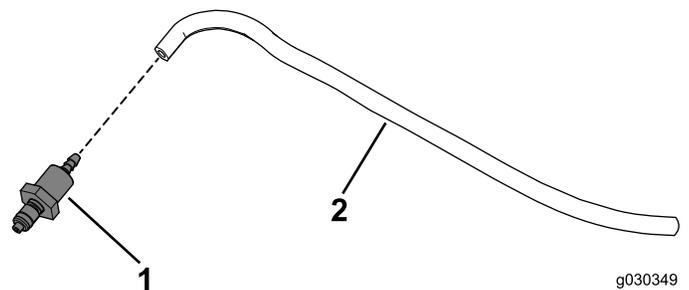

**Figure 41**
1. Branchez 1 extrémité du flexible au réservoir de lave-glace (Figure 41).